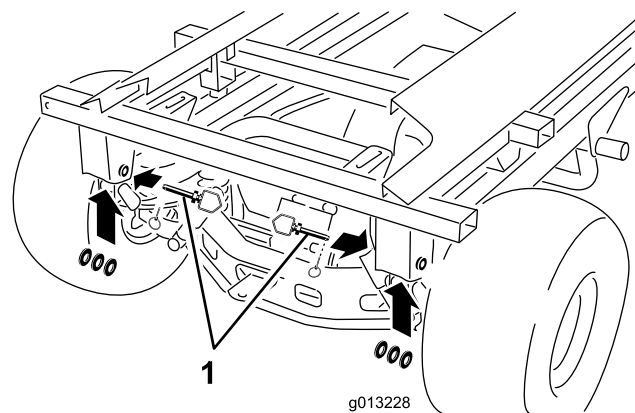

Figure 43
10. Retirez les goupilles à anneau arrière, les goupilles d'attelage et les rondelles (Figure 43).